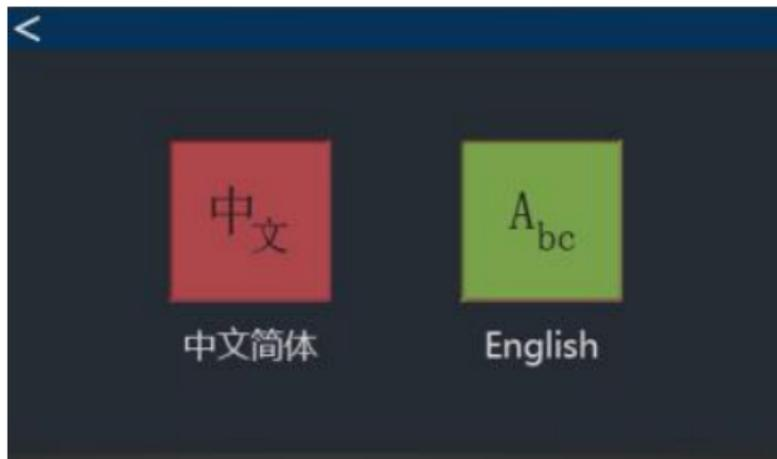

图 23 语言设置界面
- iii. 语言设置：点击语言设置，进入语言设置界面（图 23），根据用户需要设置为中文或者英文。